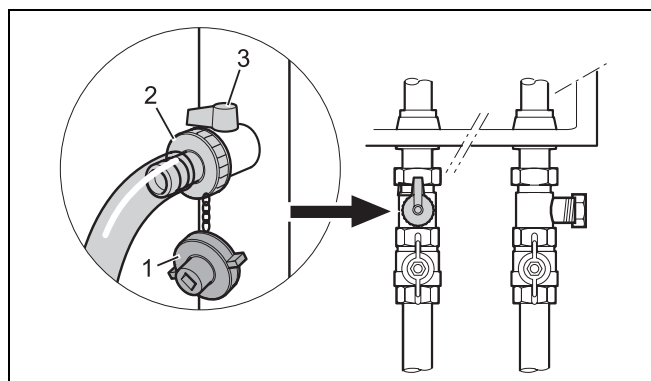

Fig. 15 Riempimento dell'impianto di riscaldamento
- Svitare il tappo (fig. 15, pos. 1) e avvitare il portagomma (fig. 15, pos. 2).
- Inserire un tubo flessibile pieno d'acqua nel rubinetto di carico e scarico (fig. 15, pos. 3, accessorio)(Vedi capitolo 1.4 "Attenersi alle seguenti indicazioni relative all'acqua di riscaldamento" a pagina 4).
- Aprire il rubinetto di carico e scarico (fig. 15, pos. 3).
- Spruzzare circa un litro d'acqua (ad esempio con un vaporizzatore) nel punto di rilevamento dei gas combusti di sinistra (fig. 15, pos. 1), in modo tale che non possano fuoriuscire gas combusti.